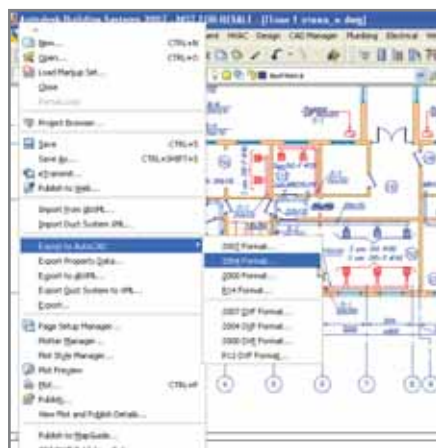

Рис. 21. Экспорт в AutoCAD
- Экспортировать проект в AutoCAD для передачи смежникам или участникам проектной группы, у которых установлен "чистый" AutoCAD или иное вертикальное решение. В этом случае все объекты системы превращаются в примитивы и легко доступны для редактирования средствами AutoCAD (рис. 21).